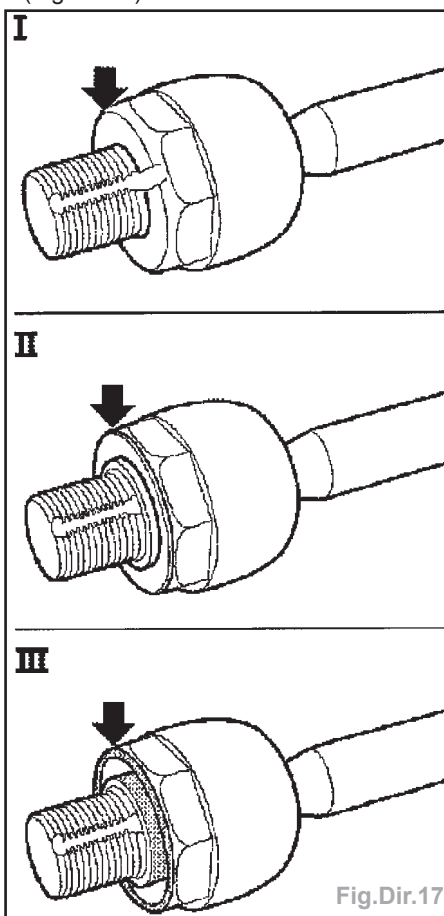

Fig.Dir.17
- Une fois démontées, les barres d'accouplement se reconnaissent uniquement en raison d'une articulation axiale légèrement différente au niveau de la flèche (Fig.Dir.17).